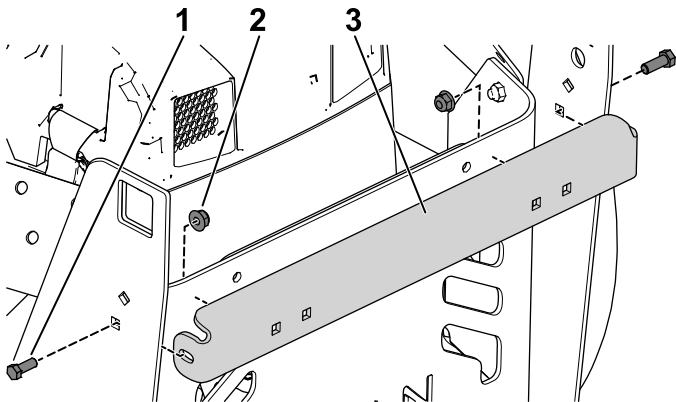

Figura 14
1. Utilizzate 2 bulloni a testa esagonale (5/16" x 7/8") e dadi flangiati per fissare l'ancoraggio trasversale al supporto del sistema di raccolta destro e sinistro (Figura 14).